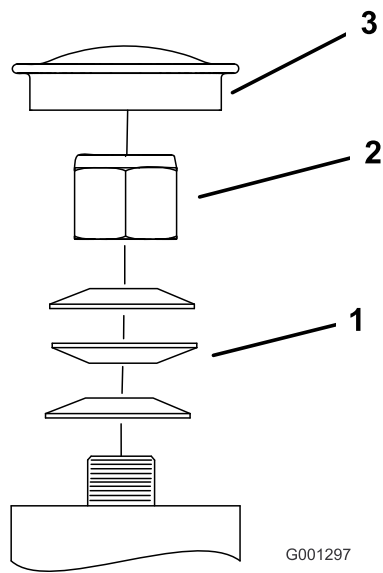

Figura 61
3. Retire el tapón guardapolvo de la rueda giratoria y apriete la contratuerca (Figura 61).
4. Apriete la contratuerca hasta que las arandelas de muelle estén planas, luego afloje 1/4 de vuelta para establecer la pre-carga correcta de los cojinetes ().Figura 61
Importante: Asegúrese de que las arandelas de muelle están correctamente instaladas, según se muestra en Figura 61.
5. Coloque el tapón guardapolvo (Figura 61).